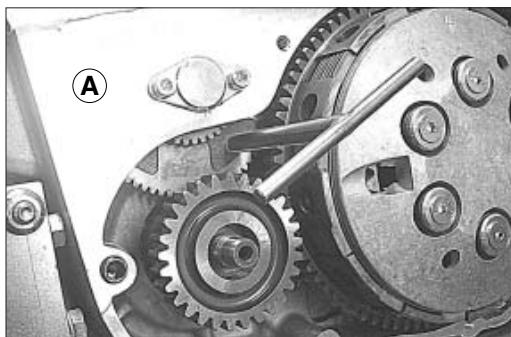

Fig.60
1. Con l'ausilio dell'apposita chiave A, allineare i denti di registro con quelli di trascinamento del primo ingranaggio di distribuzione e montarlo (Fig. 60). Ripetere l'operazione anche per il secondo ingranaggio di distribuzione B (Fig. 60).
1. Use the special wrench A to align the adjusting teeth with the driving teeth of the first timing gear and fit it (Fig. 60).
Repeat the operation for the second timing gear B (Fig. 60).
1. Mit Hilfe des entsprechenden Schlüssels A die Einstellzähne mit den Zugzähnen des ersten Verteilergetriebes ausrichten und dieses einbauen (Abb. 60). Den Vorgang für das zweite Verteilergetriebe B wiederholen (Abb. 60).
1. A l'aide de la clé A spécialement prévue à cet effet, aligner les dents de réglage sur celles d'entraînement du premier engrenage de distribution et monter celui-ci (Fig. 60).
Répéter l'opération sur le deuxième engrenage de distribution B (Fig. 60).